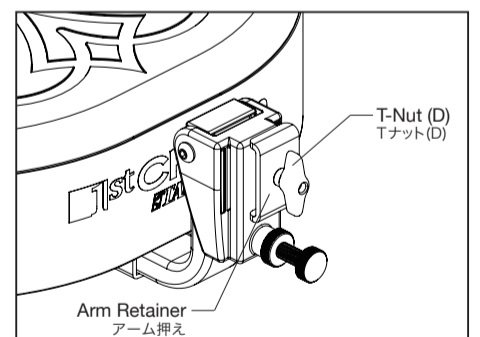
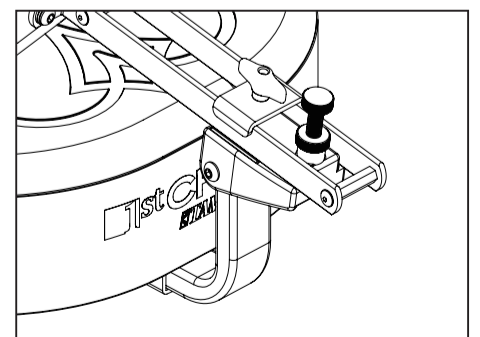

Fig.10 (図10)
Fig.12 (図12)
2. Sandwich the included reinforcement plate between the seat bracket and the seat, then secure the seat bracket, with 4 screws (Fig.12).
4. Loosen the T-nut (D), and align the arm retainer as shown in Fig.10.
6. Before storing, loosen the T-nut (D) and turn the arm retainer as shown in Fig.10 to remove the Backrest. Also you can fold the backrest onto the seat without removing (Fig.12).
4. Tナット(D)を緩め、アーム押えを図10の向きに合わせてください。
6. 収納時にはTナット(D)を緩め、アーム押えを図10の向きに戻せばバックレストのみを取り外す事が出来ます。また、収納時に図12のようにバックレストがシートに重なるように折り畳む事も出来ます。